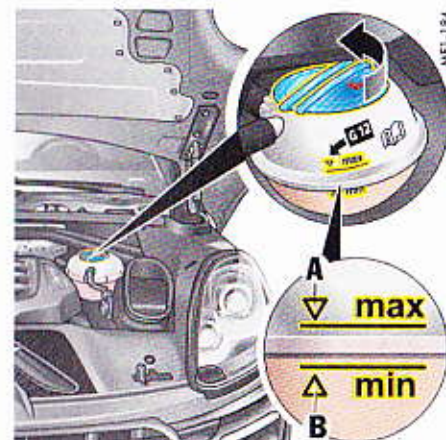

Fig. 153 : Vase d'expansion
3. Tournez le bouchon du vase d'expansion (Fig. 153) avec précaution et laissez s'échapper la surpression.